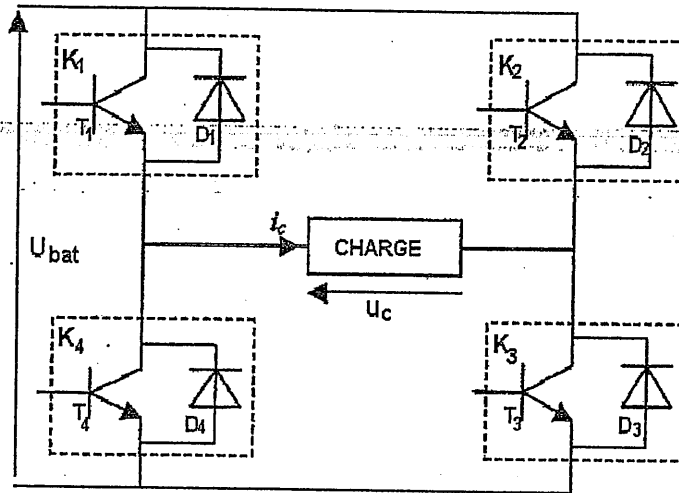

Figure 2
- Le schéma de principe de l'onduleur monophasé est représenté par la figure 2.